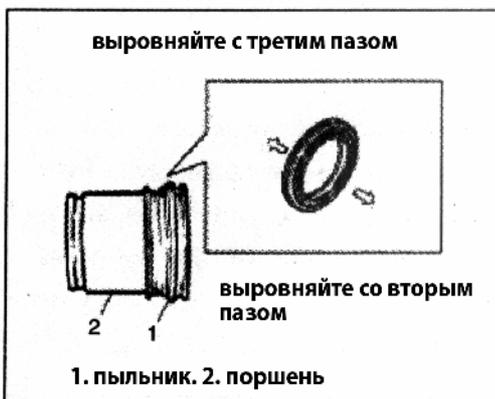

Рис. 649
- 1) Установите пыльник на поршень как показано на рисунке и вставьте поршень в цилиндр (Рис. 649).